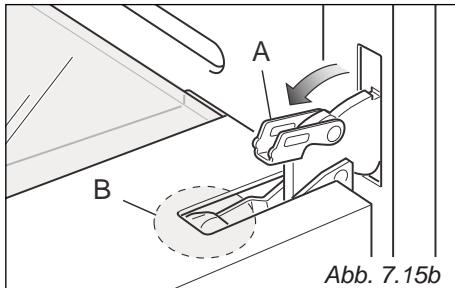
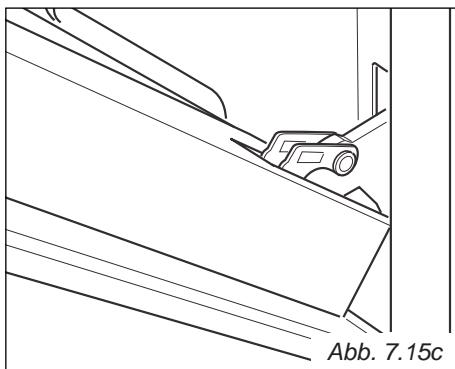

Abb. 7.15b
Abb. 7.15c
- Den Hebel "A" des rechten und des linken Scharniers vollkommen öffnen (Abb. 7.15b).
- Die Tür langsam schließen (Abb. 7.15c) bis die Hebel "A" des rechten und des linken Scharniers aus dem Teil "B" der Tür ausrasten (Abb. 7.15b).